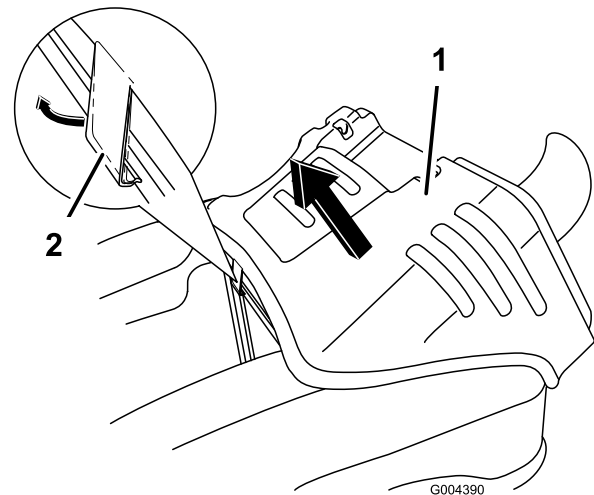

Bild 25
6. Fassen Sie die Motorhaube vorne und hinten an. Drücken Sie die Vorderseite der Haube nach unten, um den vorderen Befestigungshaken zu lösen, und heben Sie die Motorhaube vom Rahmen ab (Bild 25).